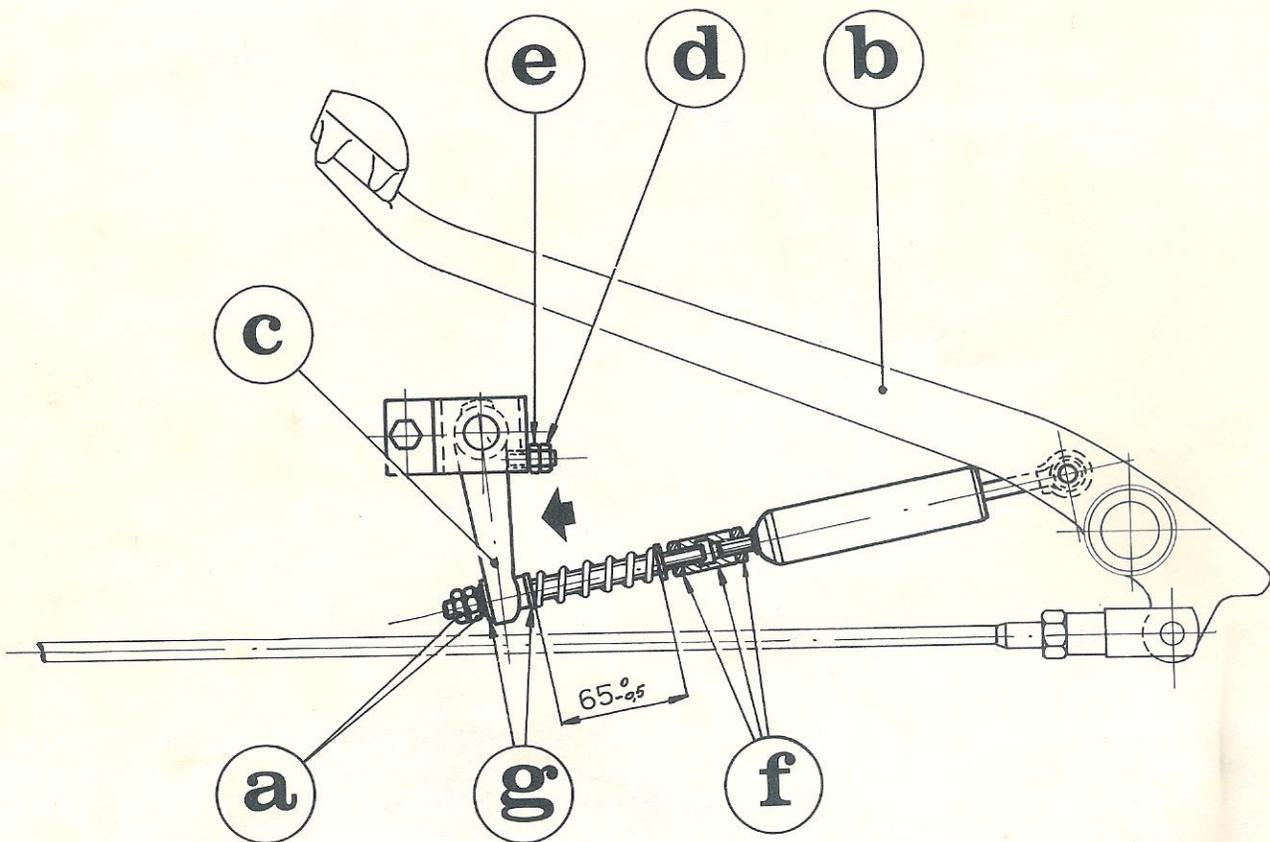

Fig. 3
- Mutter und Gegenmutter (a) registrieren, bis man das Abmass von 65 ± 0 mm zwischen den Beilagscheiben, wie in Bild 3 angegeben, erhält.